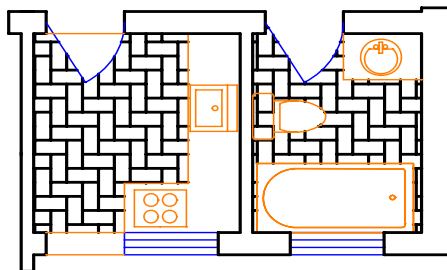

图 4-10 填充结果
6) “确定”执行填充, 厨卫间填充结果如图 4-10 所示。